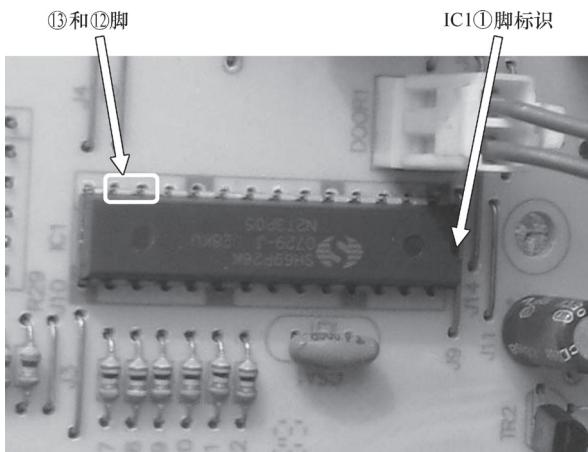

图 8-9 IC1 ⑬、⑭脚
测量 IC1 的⑬脚炉门检测电压，炉门关闭时为 12V（应为 5V），炉门打开时为 7.23V（应为 0V），经查为 IC1 的⑬和⑭脚短路（其位置识别如图 8-9 所示），使 +14V 通过 R13、R15 加至 IC1 的⑭脚，再通过内部短路部位加到⑬脚，使⑬脚为高电压，误判断炉门始终为关闭状态，令②脚输出高电压，Q7 截止，继电器 J1 释放，其触点 RY1 断开。